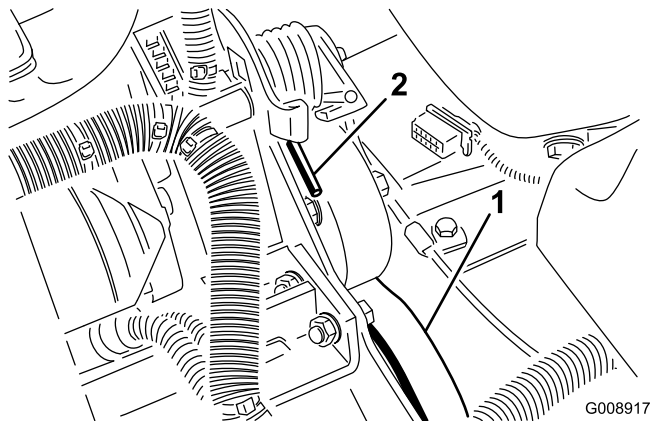

図 70
2. スプリングの端を前側に押し下げてブラケットから外し、スプリングのテンションをなくす (図 70)。